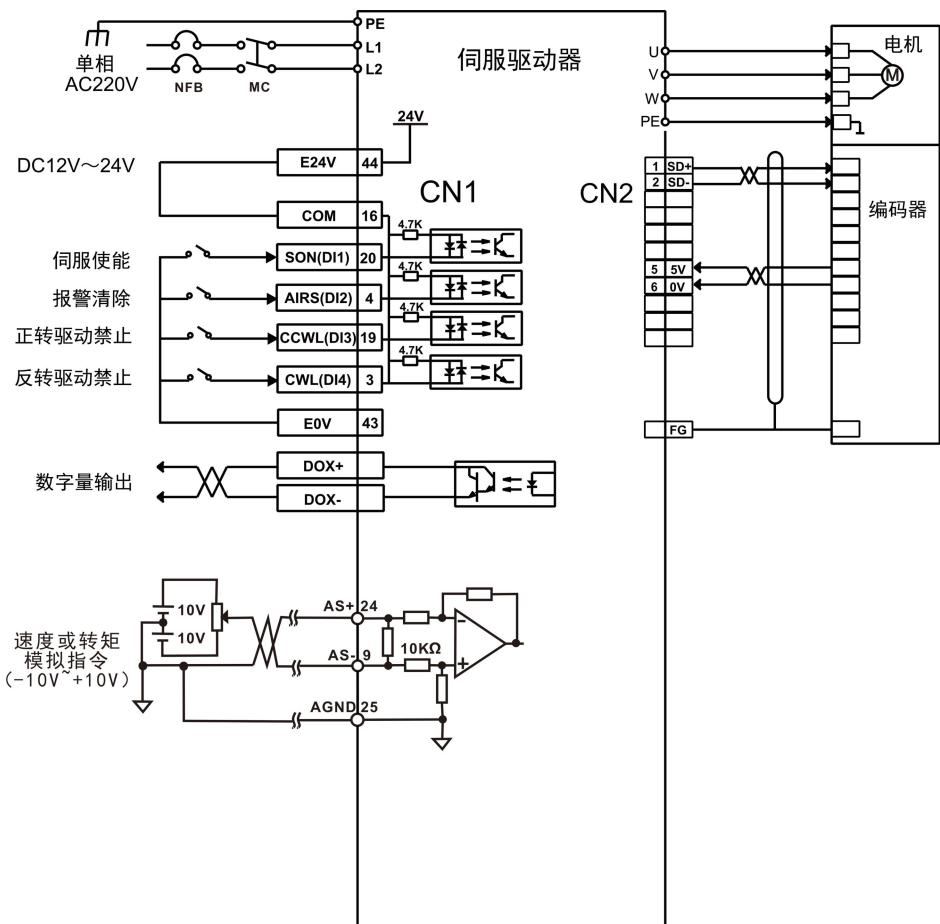

图5.6 转矩模式接线图
- 3 ) 参考图5.6配线说明连接CN1端子中的所需的DI/DO信号，如伺服使能，报警清除，定位完成信号等。